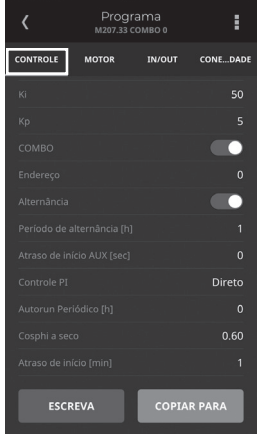

Figura 10 - Acesso menu CONTROLE
10. Dentro do menu PROGRAMA, acesse o menu CONTROLE e encontre o parâmetro Valor Set [bar], conforme Figura 10.